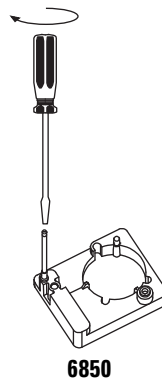

Рис. 17 Установка монтажного столбика (ГХ серии 6850).
- **ГХ серии 6850.** Установите в монтажном кронштейне канала ввода. Ослабьте винты канала ввода, установите монтажный столбик и затяните винты. Затяните монтажный столбик до упора (Рис. 17).